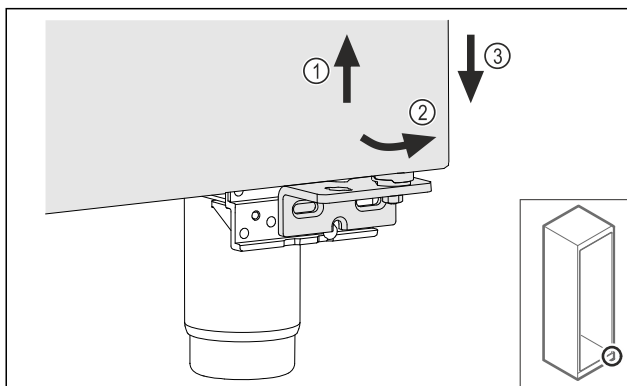

Fig. 21
- ▶ Tür leicht anheben Fig. 21 (1), unten nach vorne kippen Fig. 21 (2) und absenken Fig. 21 (3).